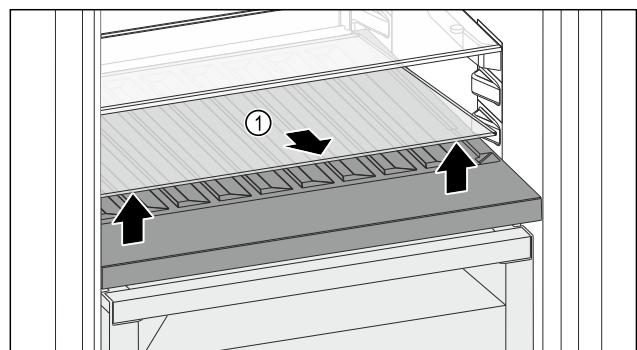

Fig. 161
- ▶ Nosta lasilevyä Fig. 161 (1) edessä olevasta syvennyksestä ja ota ulos.
- ▶ Säilytä lasilevyä Fig. 161 (1) turvassa laitteen ulkopuolella.
- ▶ Aseta lasilevy (2) muunneltavan pulloalusta alle.